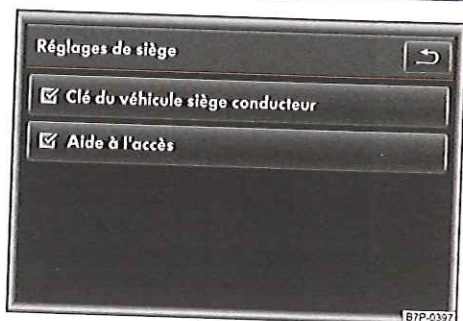

Fig. 71 Système d'infodivertissement : menu Réglages du siège du conducteur avec fonction mémoire.
- Cochez la case dans le bouton de fonction **[Clé du véhicule siège conducteur]** en appuyant dessus ✓ → fig. 71.
Si vous avez déjà activé la fonction de mémorisation automatique via les touches de présélection intégrées à la porte du conducteur, la case ✓ du bouton de fonction **[Clé du véhicule siège conducteur]** → fig. 71 est automatiquement cochée.